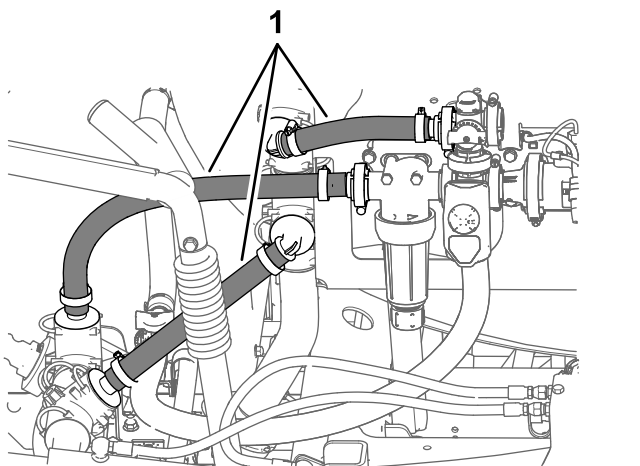

Figura 3
2. Retire las 3 mangueras indicadas en Figura 3.